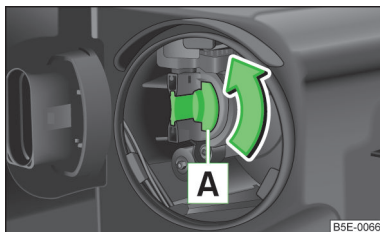

Fig. 176
- Girar el portalámparas **A** » fig. 176 hasta la tope en el **sentido contrario** al de las agujas del reloj y retirar.